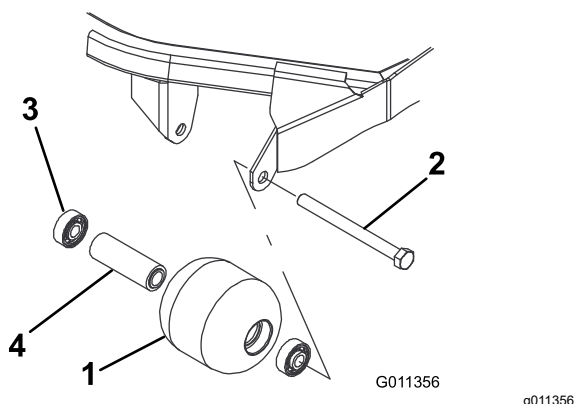

Figura 71
4. Inspeccione el alojamiento del rodillo, los cojinetes, y el espaciador del cojinete (Figura 71) Sustituya cualquier componente dañado y móntelos.
1. Retire el perno de montaje del rodillo (Figura 71).
1. Introduzca a presión el primer cojinete en el alojamiento del rodillo (Figura 71). Haga presión solamente sobre el anillo de rodadura exterior, o de forma igual sobre el anillo exterior y el interior.
2. Introduzca el espaciador (Figura 71).
3. Introduzca a presión el segundo cojinete en el alojamiento del rodillo (Figura 71). Presione de manera uniforme sobre el anillo de rodadura interior y el exterior hasta que el anillo de rodadura interior entre en contacto con el espaciador.